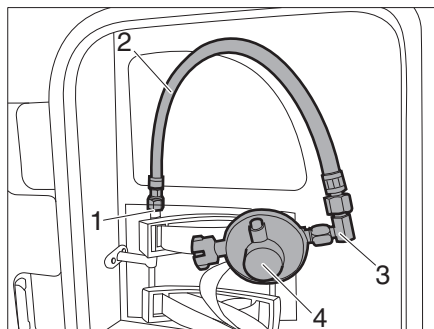

Fig. 33 Tubo flessibile del gas con regolatore della pressione del gas
- Avvitare il raccordo a gomito (Fig. 33,3) al tubo flessibile del gas (Fig. 33,2).
- Avvitare il regolatore della pressione del gas (Fig. 33,4) al raccordo a gomito.
- Avvitare il tubo flessibile del gas (Fig. 33,2) con regolatore della pressione del gas all'attacco (Fig. 33,1).